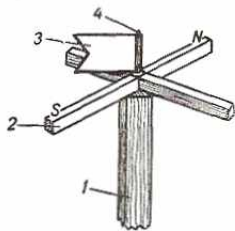

Рис. 161. Модель флюгера.
1. Модель флюгера (рис. 161). Флюгер состоит из деревянного бруска 1, к торцу которого прикреплена крестовина 2 с прибитыми к ней жестяными буквами N и S. Флюгарка 3 насажена на стержень 4, который через крестовину закреп-